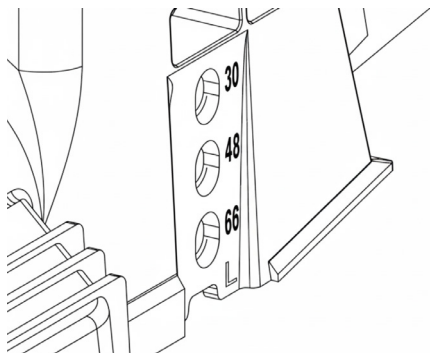

Рис. 12. Регулировка высоты скашивания
- Б) установите колёса, вкрутив оси в соответствующие выбранной высоте отверстия в деке газонокосилки (Рис. 12).